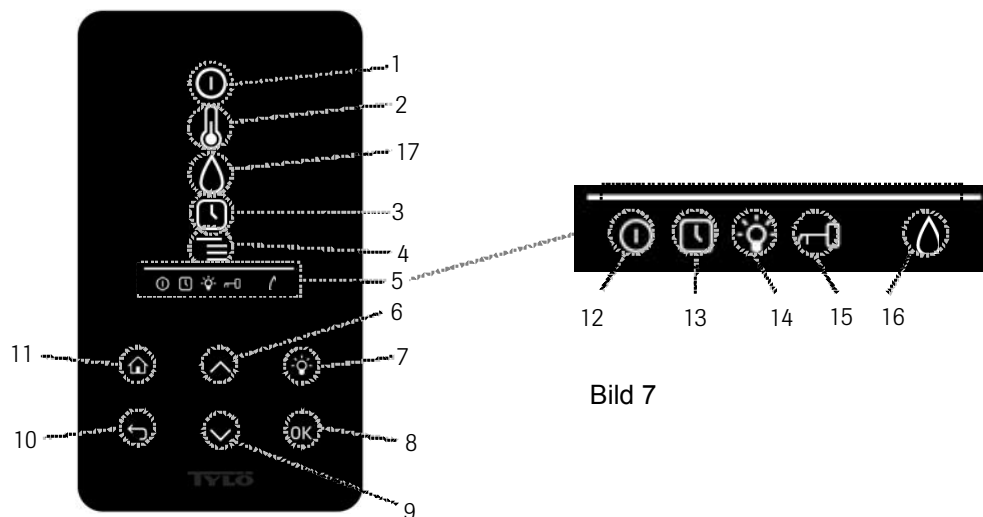

Bild 6. Grundmeny h2
11. Hem – Tar dig till grundmenyn (bild 6)